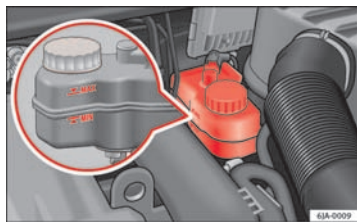

Fig. 120 Motorrum: bremsevæskebeholder
- Kontroller bremsevæskestanden på beholderen ⇒ Fig. 120. Standen skal altid være mellem markeringerne MIN og MAX.